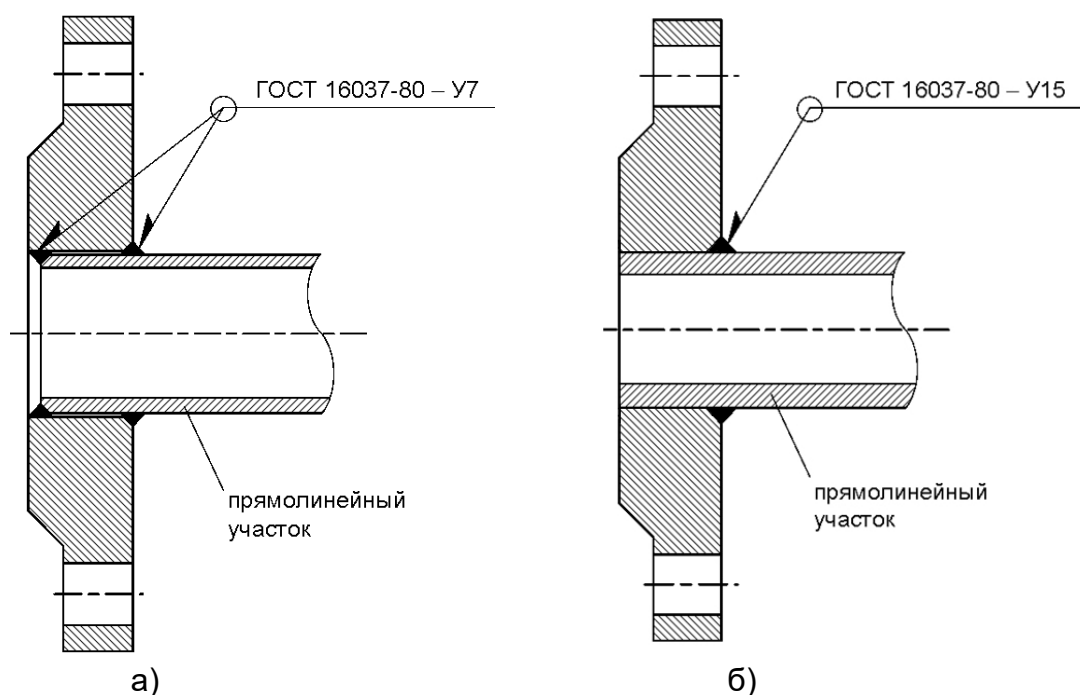

Рис.4. Сварка фланцев с прямыми отрезками трубопровода.
- 3.3.2.2. При изготовлении сборно-сварной конструкции используются плоские приварные фланцы по ГОСТ 33259 на давление 2,5 МПа. Сварка фланцев с прямыми отрезками труб (рис.4) осуществляется в соответствии с ГОСТ 16037.
При сварке фланца, приведенного на рис.4б, используются трубы сортамента по ГОСТ 8732 только из табл.3.